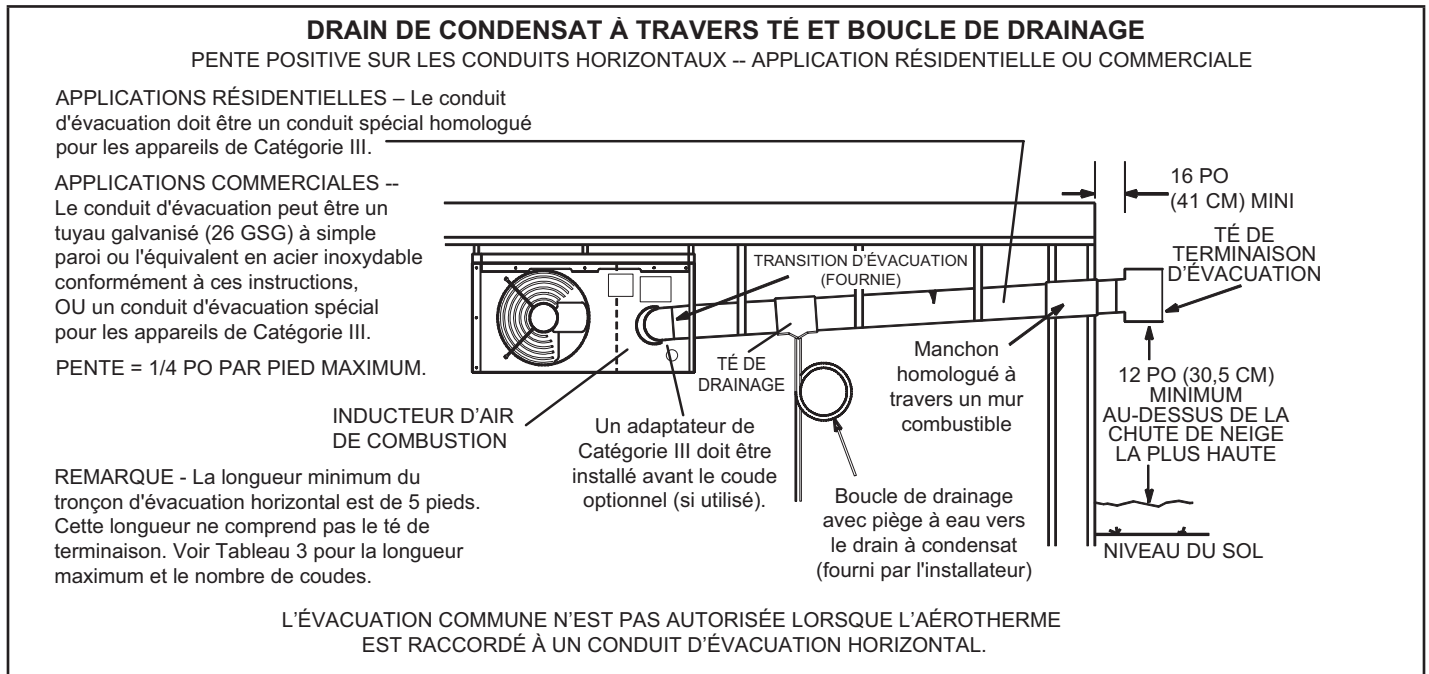
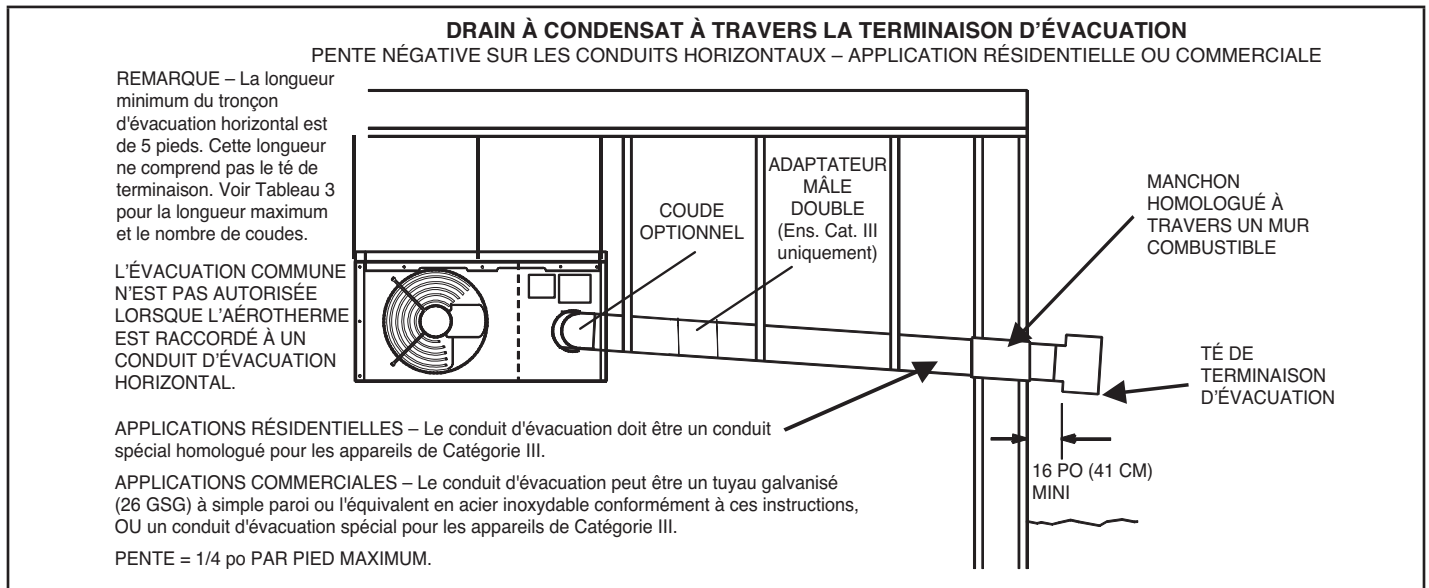

FIGURE 4
FIGURE 6
- 18 - Choisir un point de traversée du mur permettant une pente positive de ¼ po par pied de tronçon horizontal du conduit d'évacuation. Dans les zones où les autorités compétentes le permettent, une pente négative de ¼ po par pied maximum est également acceptable. Le condensat peut être drainé dans un té de tuyauterie (Figure 4) avec une boucle de drainage similaire à celle utilisée pour une évacuation à pente positive, ou peut s'égoutter à travers la terminaison du conduit d'évacuation si les autorités compétentes le permettent (Figure 6).